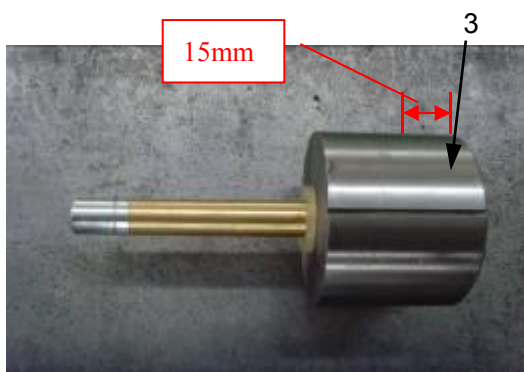

图 7 柱塞头部磨损位置示意图
**步骤 3:** a 检查柱塞头部（图 7）磨损划痕情况，距端面 15mm 的圆周表面内磨损达 70% 以上，须更换柱塞；